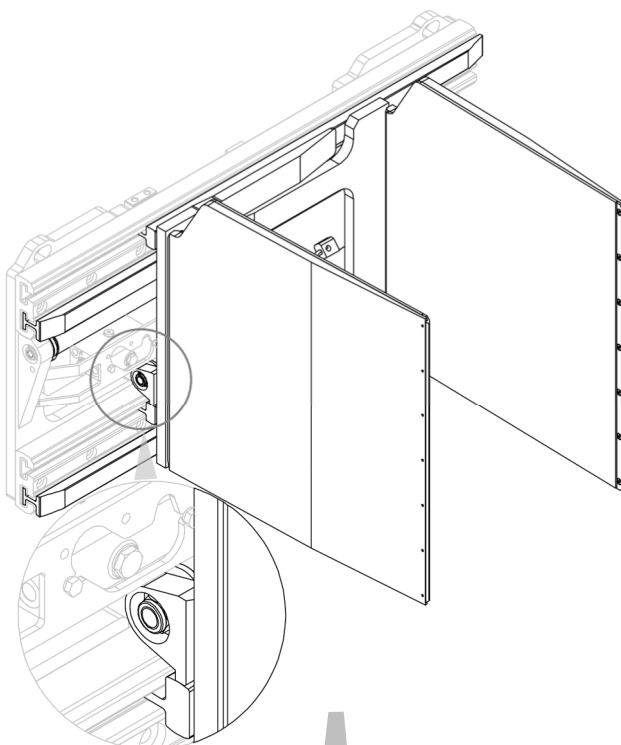
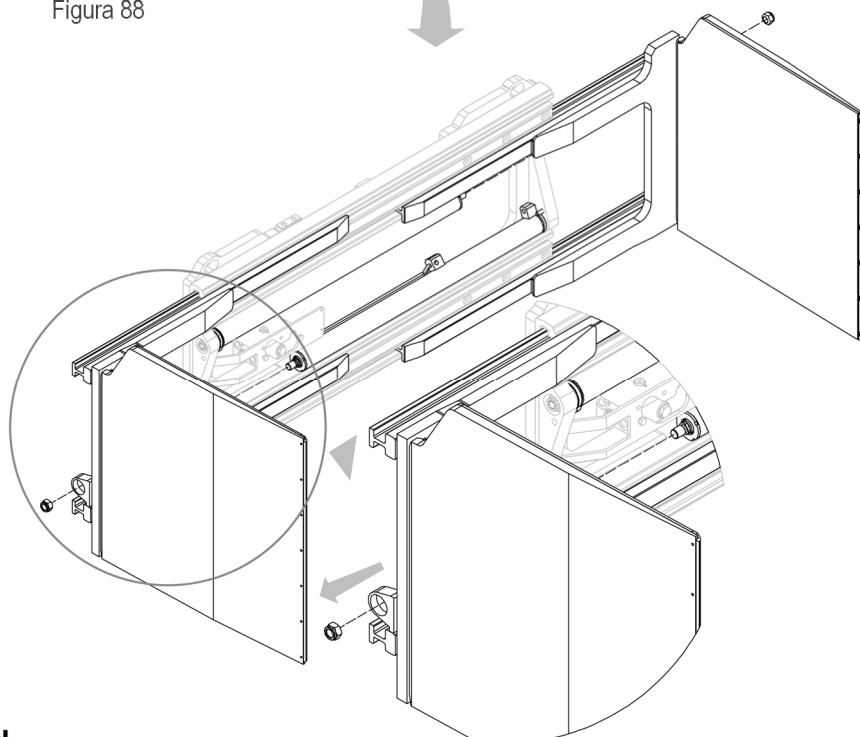

Figura 88
Figura 89
2. Extraer, una a una, las horquillas de sus asientos después de retirar las tuercas correspondientes que las unen a los cilindros (ver *Figura 88* y *Figura 89*)